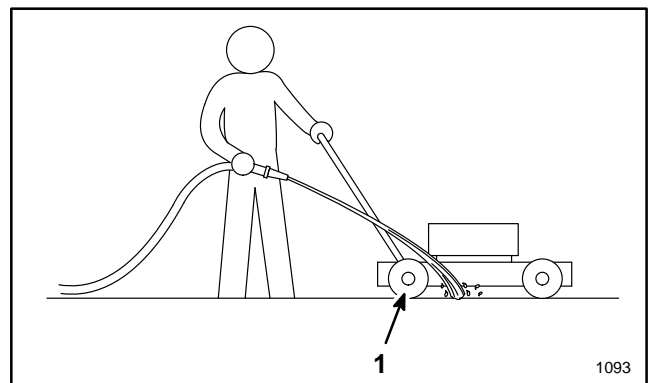

Figure 36
4. Tenir le tuyau d'arrosage à la hauteur du mancheron et diriger le jet vers le sol, juste devant la roue arrière droite (Fig. 36). La rotation de la lame aspire l'eau sous la tondeuse et rince les déchets. Laisser couler l'eau quelques minutes, ou jusqu'à ce que l'eau qui s'écoule de la tondeuse ne contienne plus d'herbe.